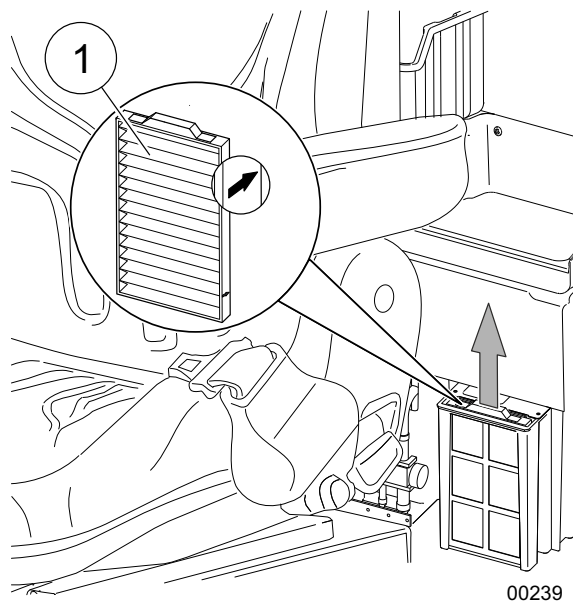

Fig. 256 Filtro de ar de recirculação
| 1 | Use a alavanca para puxar o elemento do filtro (1) na Fig. 256 para fora do cartucho do filtro. |